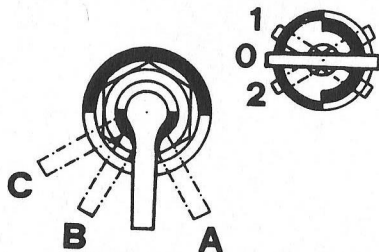

Fig. 5 : Chiave del quadro e comando avviamento - termoavviatore.
- Introdurre la chiave nel quadro e ruotarla nella Posizione 1 (fig. 5).
- Ruotare la levetta del commutatore di avviamento nella Posizione A (fig. 5).